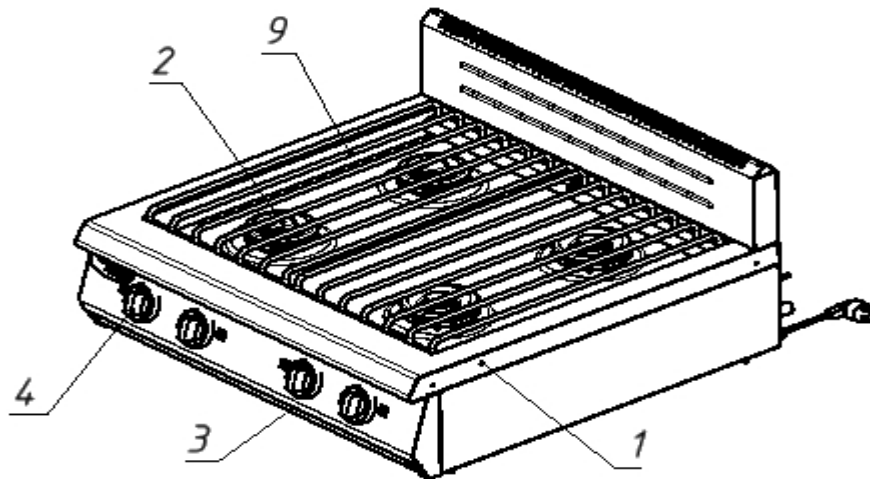
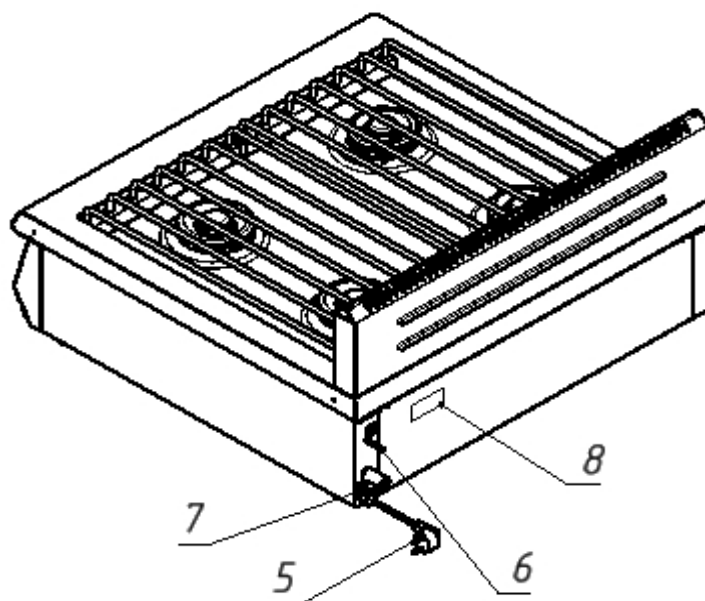

Рисунок 1
Рисунок 2
5.1. Основные части изделия указаны на рис.1,рис.2 и перечислены в таблице.1